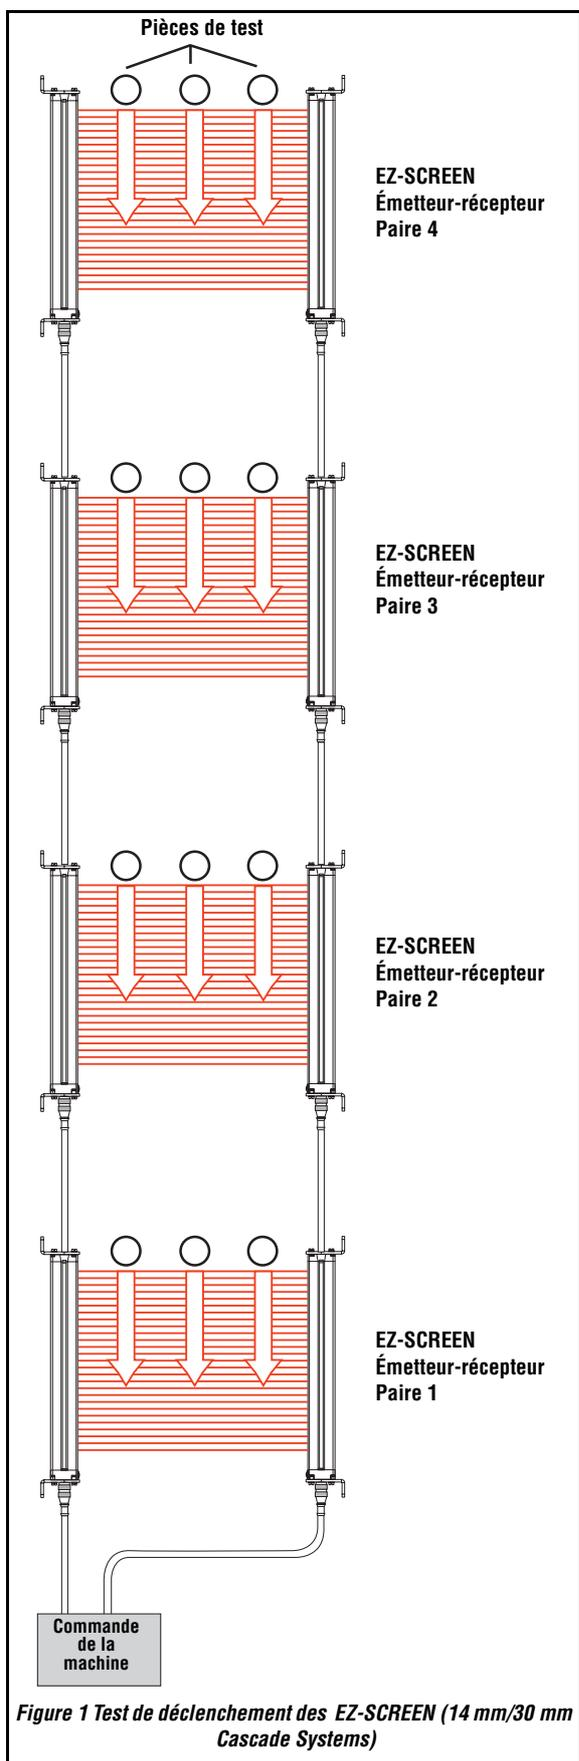

Figure 1 Test de déclenchement des EZ-SCREEN (14 mm/30 mm Cascade Systems)
3) Alors que la machine protégée est au repos, faire passer trois fois la pièce de test dans la zone définie ; une fois près de l'émetteur, une fois près du récepteur et une fois au milieu (figure 1 page 3). □